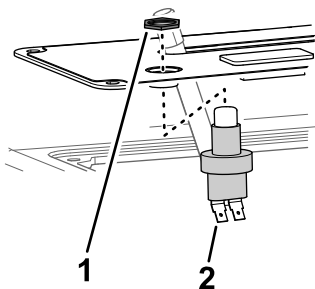

Figure 5
3. Montez l'interrupteur sur le couvercle du panneau de commande à l'aide de l'écrou de blocage, et serrez l'écrou de blocage à la main (Figure 5).